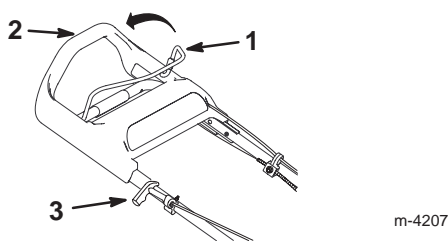

Figure 6
La poignée du lanceur et la barre de commande de la lame se trouvent sur la partie supérieure du mancheron, comme illustré à la Figure 6.
3. Serrez la barre de commande de la lame contre la partie supérieure du mancheron (Fig. 6).
4. Tirez lentement la poignée du lanceur jusqu'à ce que vous sentiez une résistance, puis tirez vigoureusement (Fig. 6). Laissez le lanceur se rétracter lentement jusqu'à la poignée.